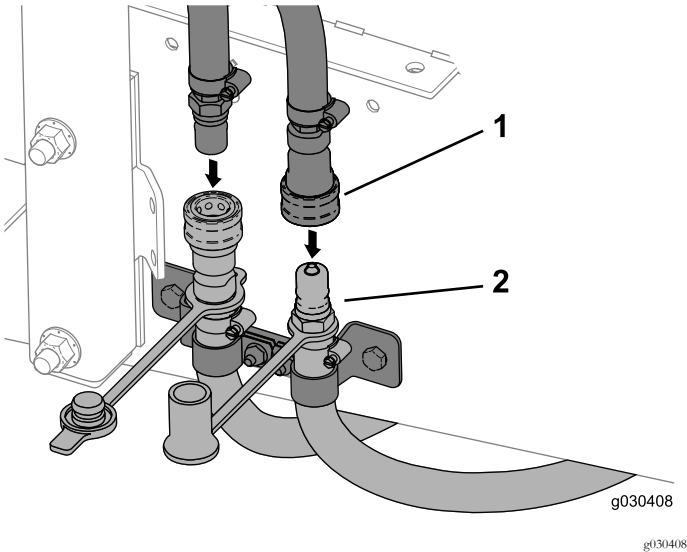

Bild 41
6. Schließen Sie die Schläuche von der Kabine an den Schläuchen an, die an der Maschine befestigt sind (Bild 41).